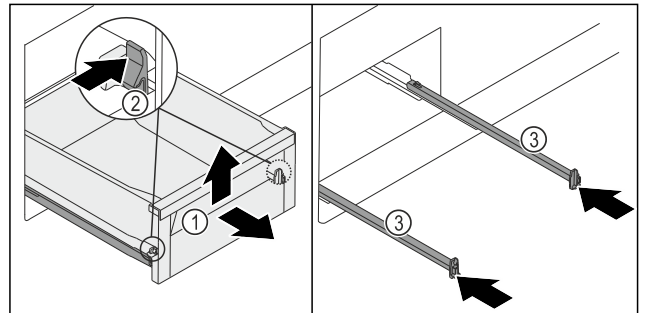

Fig. 123
- ▶ Schubfach Fig. 123 (1) bis zum Anschlag herausziehen.
- ▶ Klemme Fig. 123 (2) links und rechts gleichzeitig nach innen drücken.
- ▶ Schubfach Fig. 123 (1) löst sich von den Schienen.
- ▶ Schubfach Fig. 123 (1) vorne hochheben.
- ▶ Schubfach Fig. 123 (1) nach vorne entnehmen.
- ▶ Schienen Fig. 123 (3) einschieben.